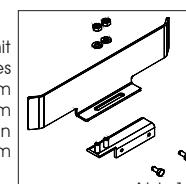

Abb.17
- Die beiden geformten Feinbleche auf den beiden U-förmigen Haltern mit den Unterlegscheiben und Muttern aus dem Lieferumfang montieren und befestigen, wie in Abb. 17 gezeigt.